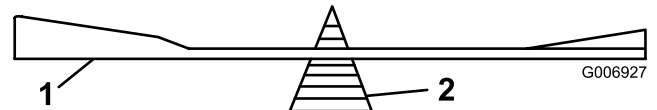

Figura 34
2. Verifique el equilibrio de la cuchilla colocándola sobre un equilibrador de cuchillas (Figura 34). Si la